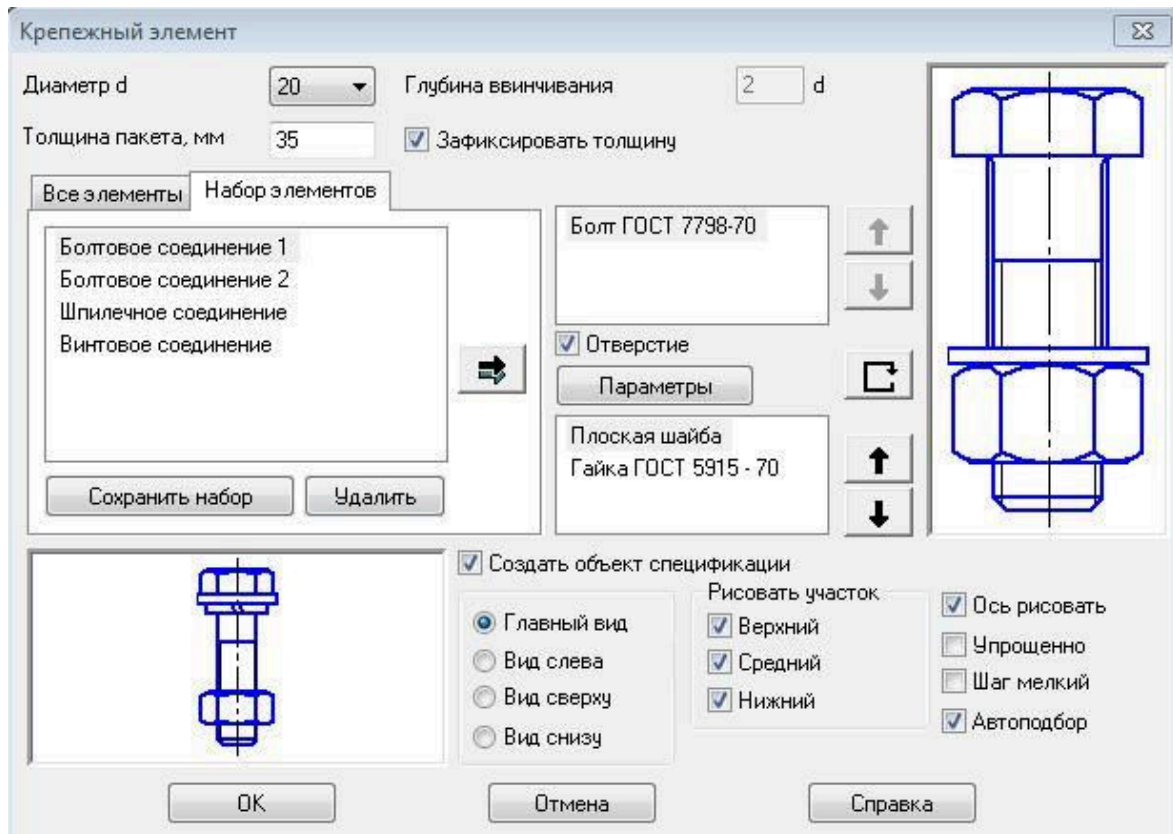

Рис. 10.6
- в открывшемся окне активируйте закладку **Набор элементов** (рис. 10.6);